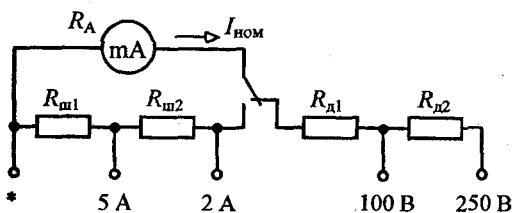

Рис. 4.3
**Задача 4.7.** Магнитоэлектрический миллиамперметр ( $I_{\text{ном}} = 15$  мА,  $R_A = 10$  Ом) необходимо использовать в качестве комбинированного прибора с двумя пределами по току  $I = 2; 5$  А и двумя пределами по напряжению  $U = 100; 250$  В (рис. 4.3).